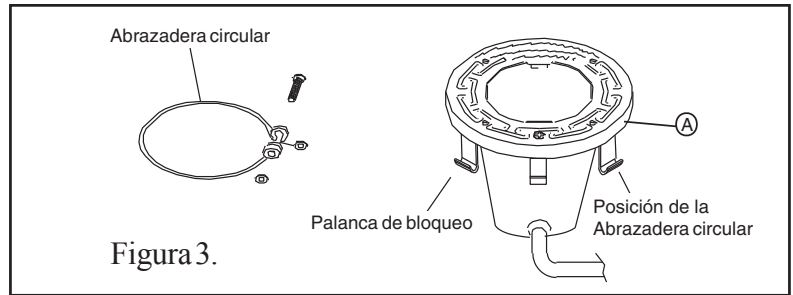

Figura 3.
- (1) Con el faro descansando sobre su base, coloque la junta en la parte superior de la armazón del faro como se describió en el paso 7. **SE TIENE QUE USAR UNA JUNTA NUEVA DE LENTE CADA VEZ QUE SE VUELVA A ARMAR EL FARO.** Centre el aro de carátula de acero inoxidable y colóquelo encima del grupo formado por la lente y la junta. Todas las palancas de bloqueo deben estar colgando libremente y hacia abajo con el fin de instalar encima la lente y la junta. Antes de instalar la abrazadera de unitensión cerciórese de que la separación entre las puntas de la abrazadera sea de aproximadamente 1 pulgada (2.5 cm). (Tire de las puntas de la abrazadera de unitensión para lograr esto.)
- (2) Con las puntas dobladas de la abrazadera circular de unitensión apuntando hacia abajo abra la abrazadera y colóquela en las muescas en «U» de las palancas de bloqueo. Cerciórese de que las puntas dobladas de la abrazadera estén colocadas entre el par de palancas de bloqueo como se muestra en la figura 3, indicación A. Verifique que la abrazadera esté bien enganchada con todas las palancas.